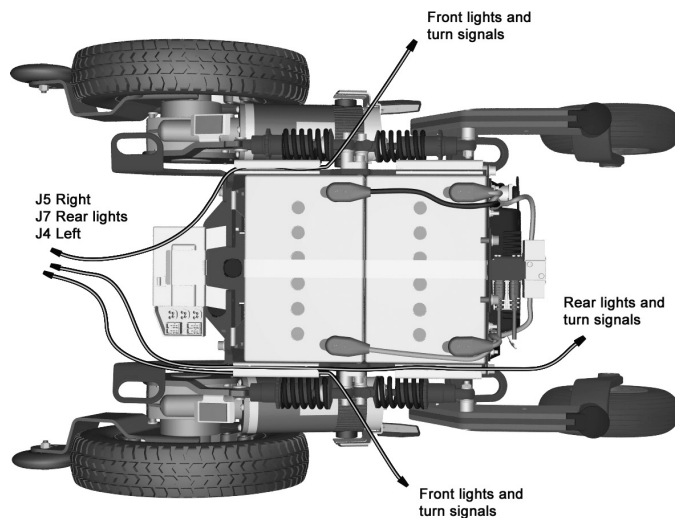

Abbildung 127. Beleuchtungskabel
7. Beleuchtungsverkabelung von den Kabelschienen an der linken und rechten Fahrgestellseite abmontieren. Siehe Abbildung. 127.